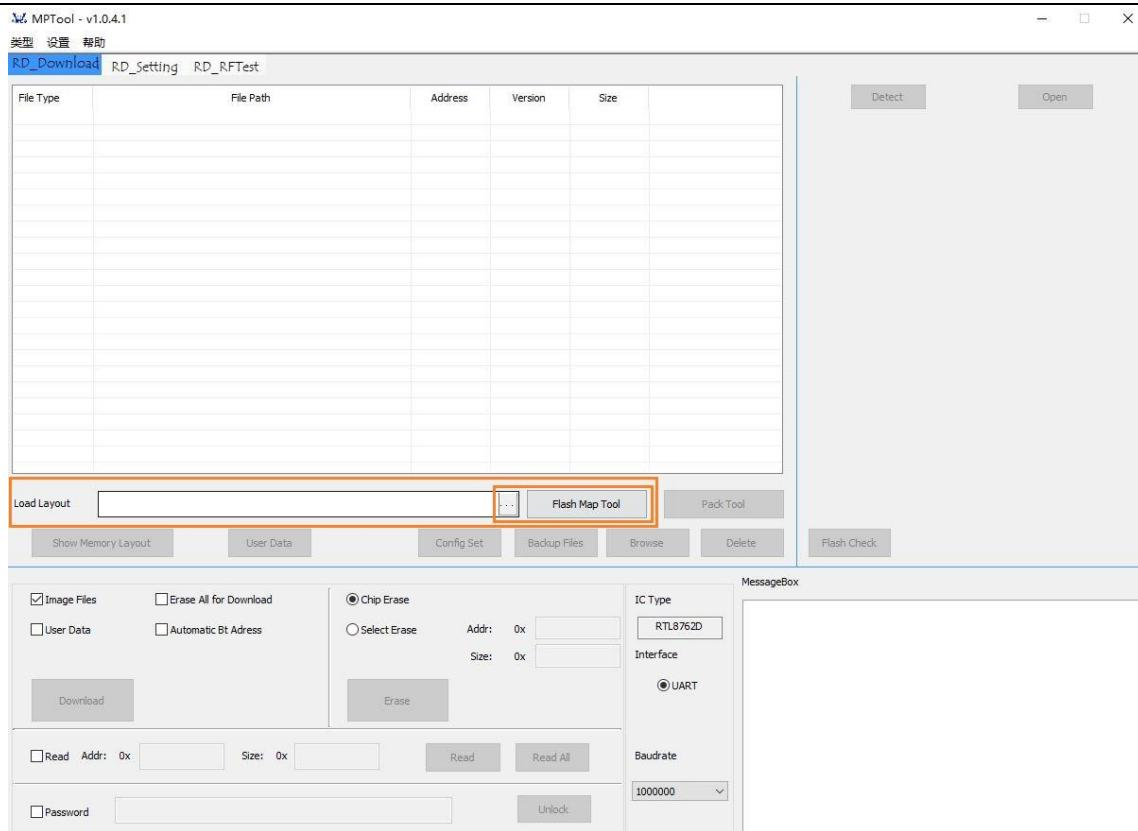

图 8-8 生成或导入 flash map.ini
- 2) 或者点击 Layout 编辑框后“...”按钮并导入 FlashMapGenerateTool 生成的 layout 配置 flash map.ini 文件，如图 8-8 所示